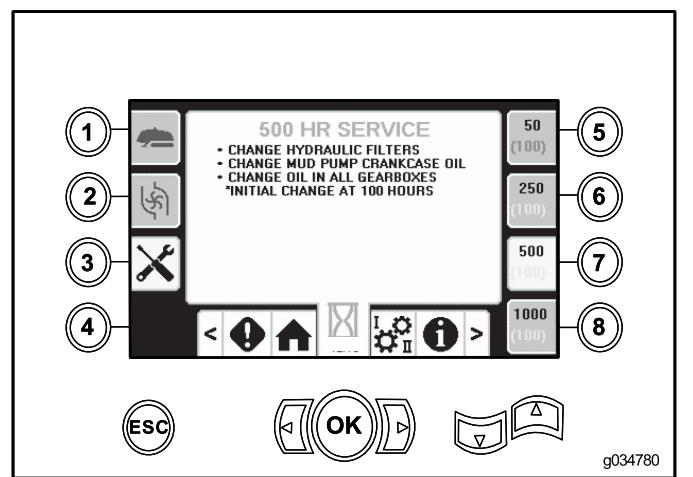

Bild 46
- Taste 7: 500 Stunden (Bild 46)